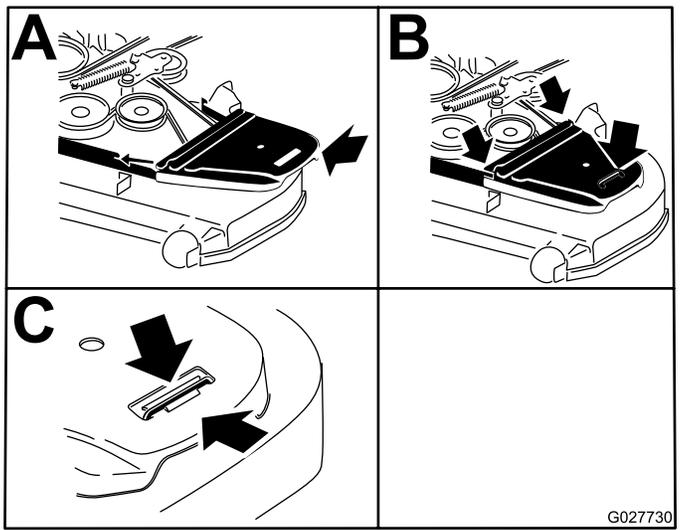

Figure 85
12. Posez les protège-courroies (Figure 85).